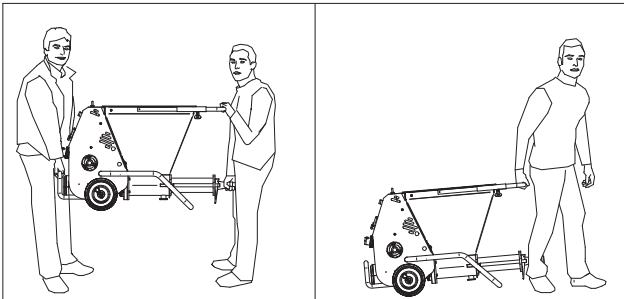

ABB. 3
8. TRANSPORTIERBARKEIT (siehe Abb. 3/4)